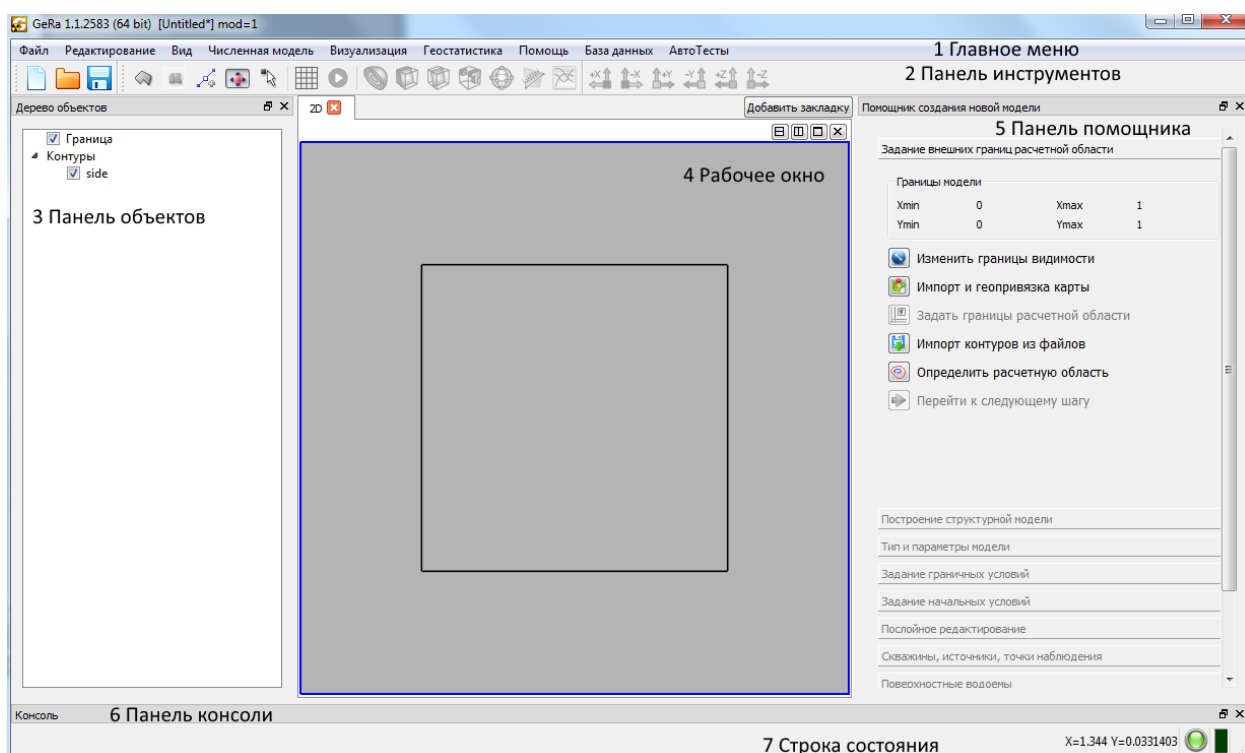

Рисунок 1 – Графический интерфейс GeRa
Интерфейс GeRa состоит из следующих элементов (см. рисунок 1): (1) главное меню, (2) панель инструментов, (3) панель объектов, (4) рабочее окно, (5) панель Помощника создания модели, (6) панель консоли, (7) строка состояния.